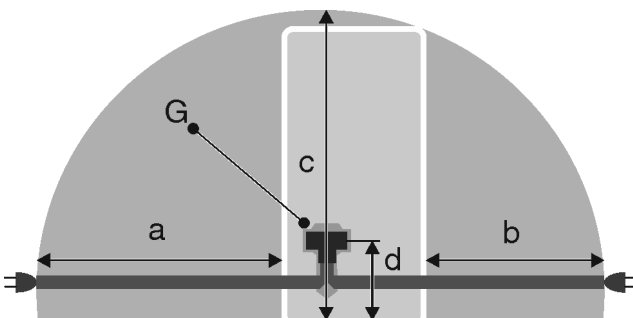

Fig. 23 Комбинация из холодильных и морозильных агрегатов / морозильные агрегаты / полноразмерные устройства BioFresh
- Розетка находится не за устройством, а в зонах a или b Fig. 23 (a, b, c).
- ▶ Штекер устройства Fig. 23 (G) подсоедините с задней стороны устройства. Следите за правильной фиксацией.